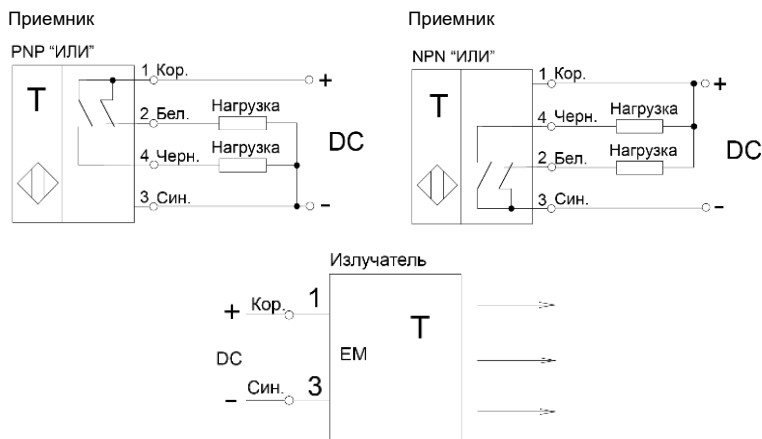

Рисунок 1 - Варианты схем подключения выключателей
3.5 Выключатели включаются в электрическую цепь по 2-х или 4-х проводной схеме (Рис. 1). Соответствие выводов и схема подключения указаны в маркировке выключателя.